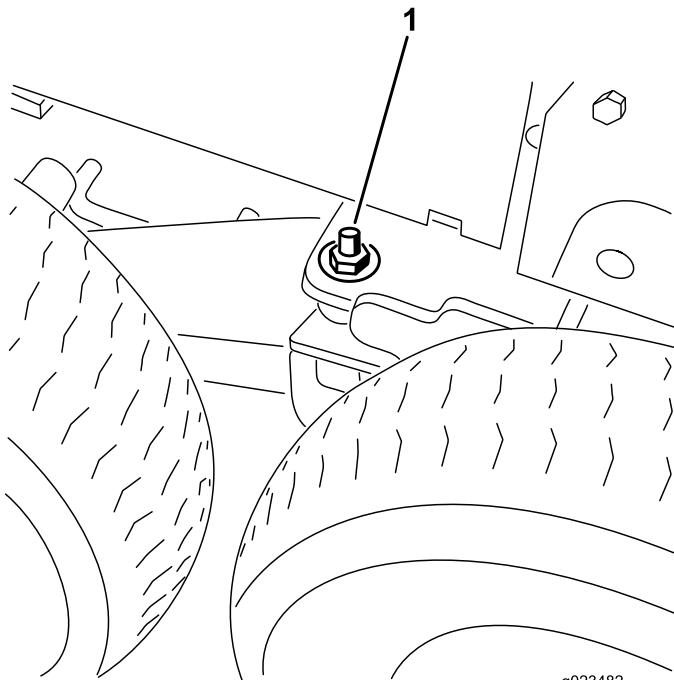

Figura 29
20. Retire la arandela plana de 1/2 pulgada y la tuerca de 1/2 pulgada instaladas en el espárrago del pivote del bogie (Figura 29).
26. Baje el gato hasta que el bastidor quede apoyado sobre las ruedas delanteras. Instale las arandelas planas (1/2 pulgada) y las contratuerca en el espárrago del pivote del bogie (Figura 29) y apriételas a 102 N·m (75 pies-libra).